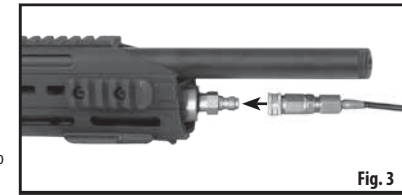

Fig. 3
6. Conecte el accesorio de desconexión rápida de la manguera de la bomba de mano a la boquilla de llenado (Fig. 3)
6. Conecte el accesorio de desconexión rápida de la manguera del adaptador a la boquilla de llenado (Fig. 3).